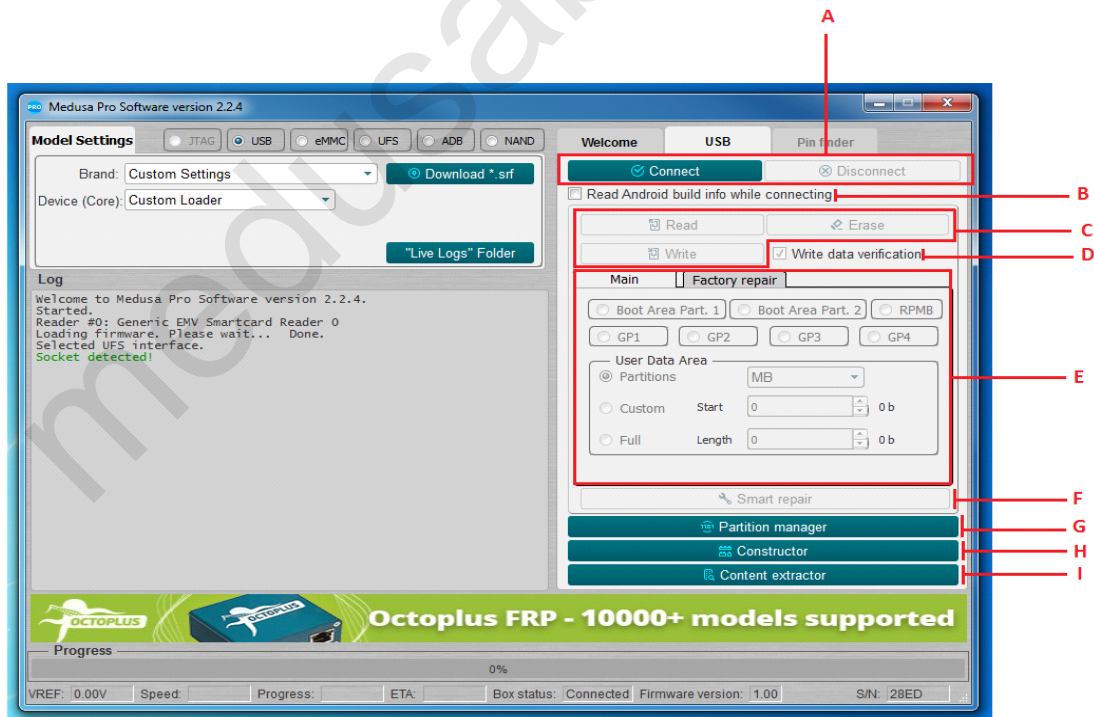

Рис. 2 Основное окно вкладка интерфейса
- Инициализировать устройство нажатием кнопки «Connect» (Рис. 2А);